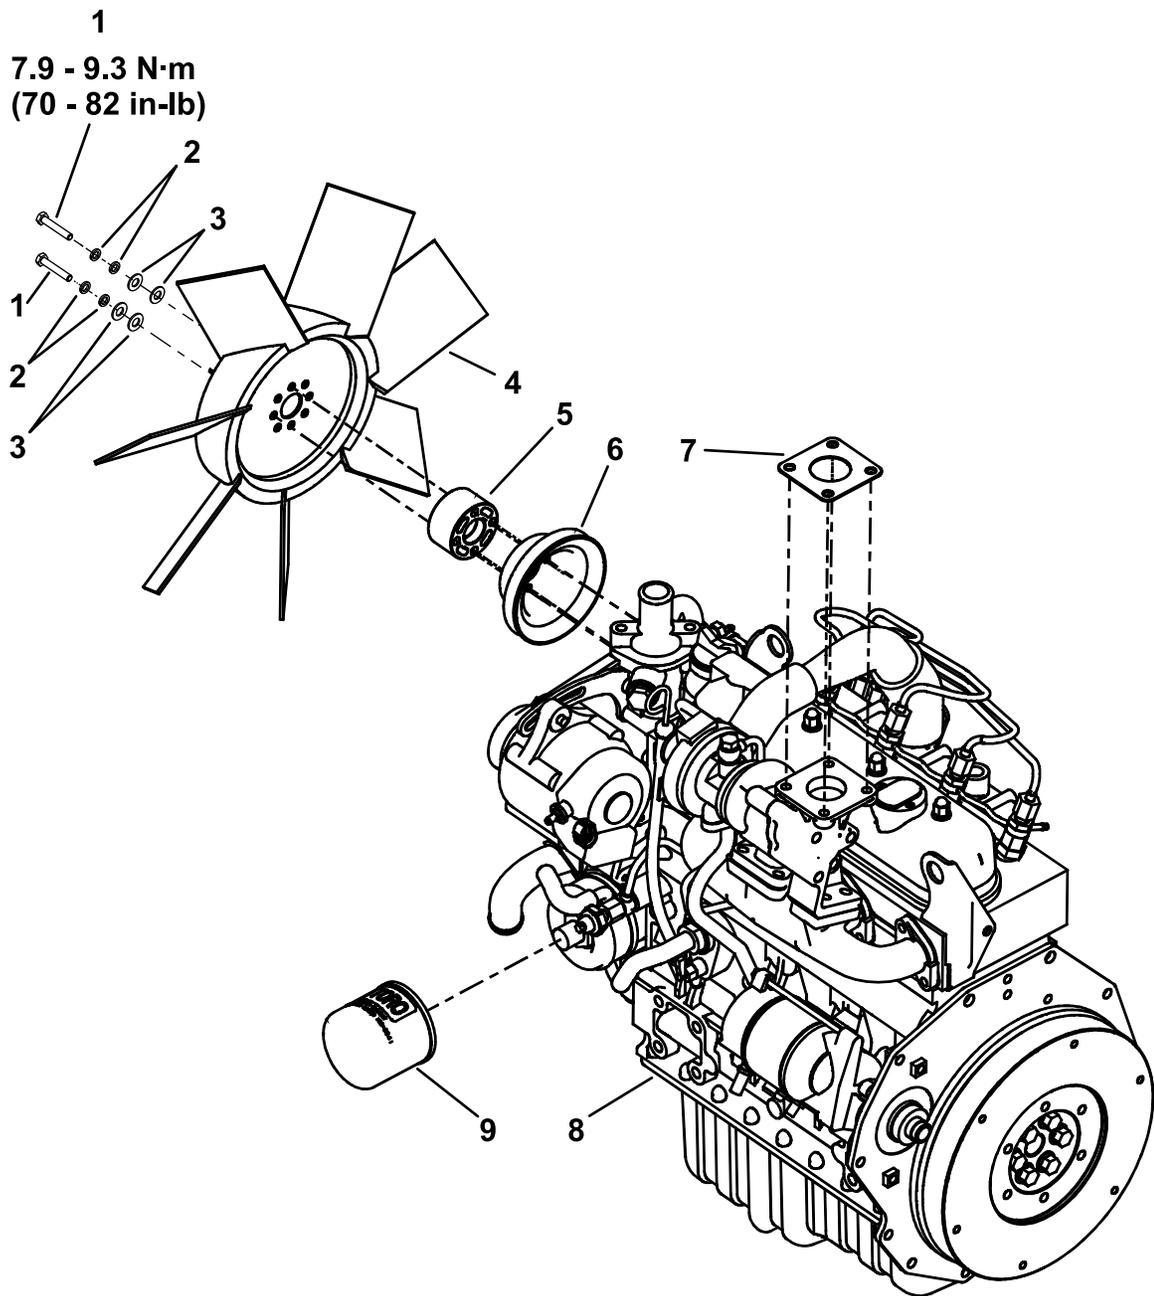

Figura 4
1. Solicite un filtro de aceite y una junta de escape nuevos (Figura 4). Consulte el *Manual de piezas* Toro para obtener el número de pieza correcto.
2. Aparte del filtro de aceite y la junta de escape, retire las piezas que se muestran en la Figura 4 del motor antiguo e instálelas en el motor nuevo, incluido el filtro de aceite y la junta de escape nuevos.